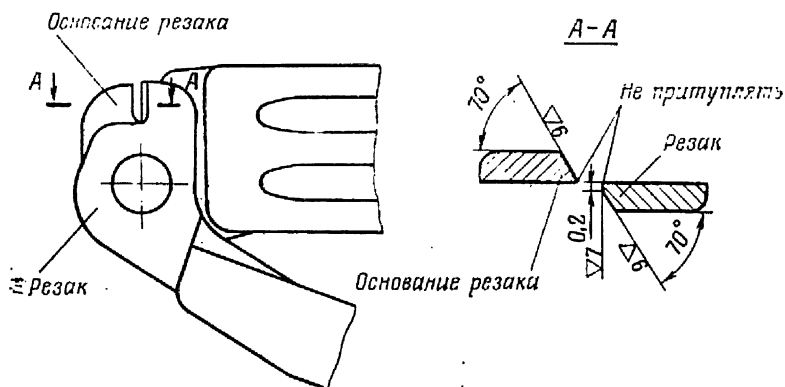

Рис. 50. Ремонт ножниц ножен
9.4.9. При забоинах и притуплениях на режущих кромках ножниц ножен восстановить профиль заточкой (рис. 50). При этом величина перекрытия режущих кромок в закрытом положении резака должна быть не менее 1,5 мм.